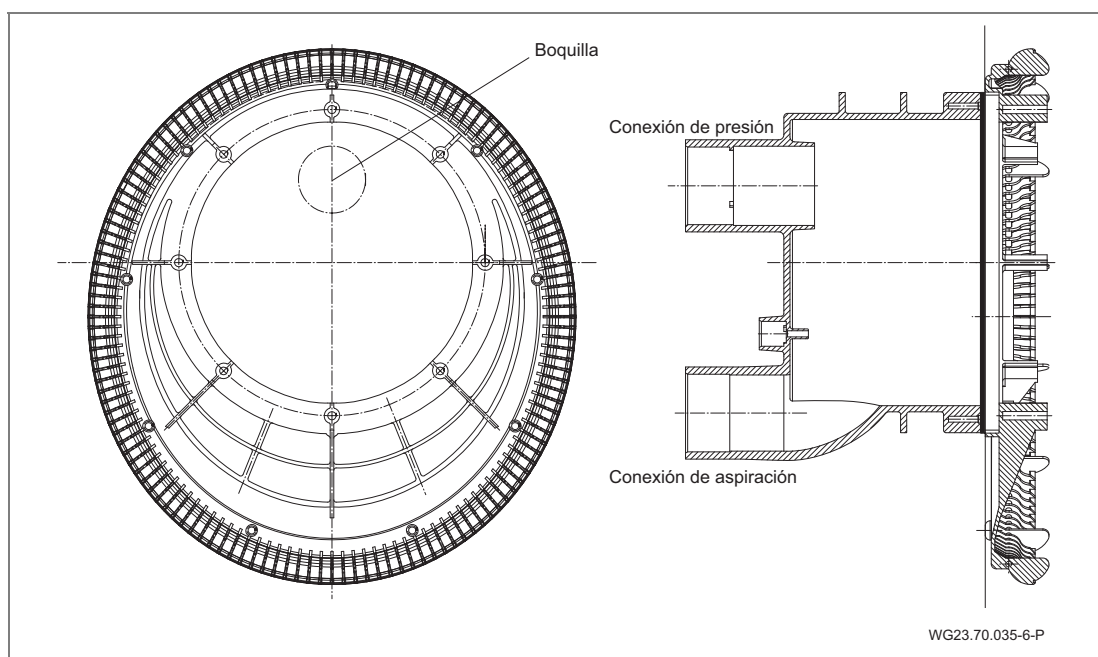
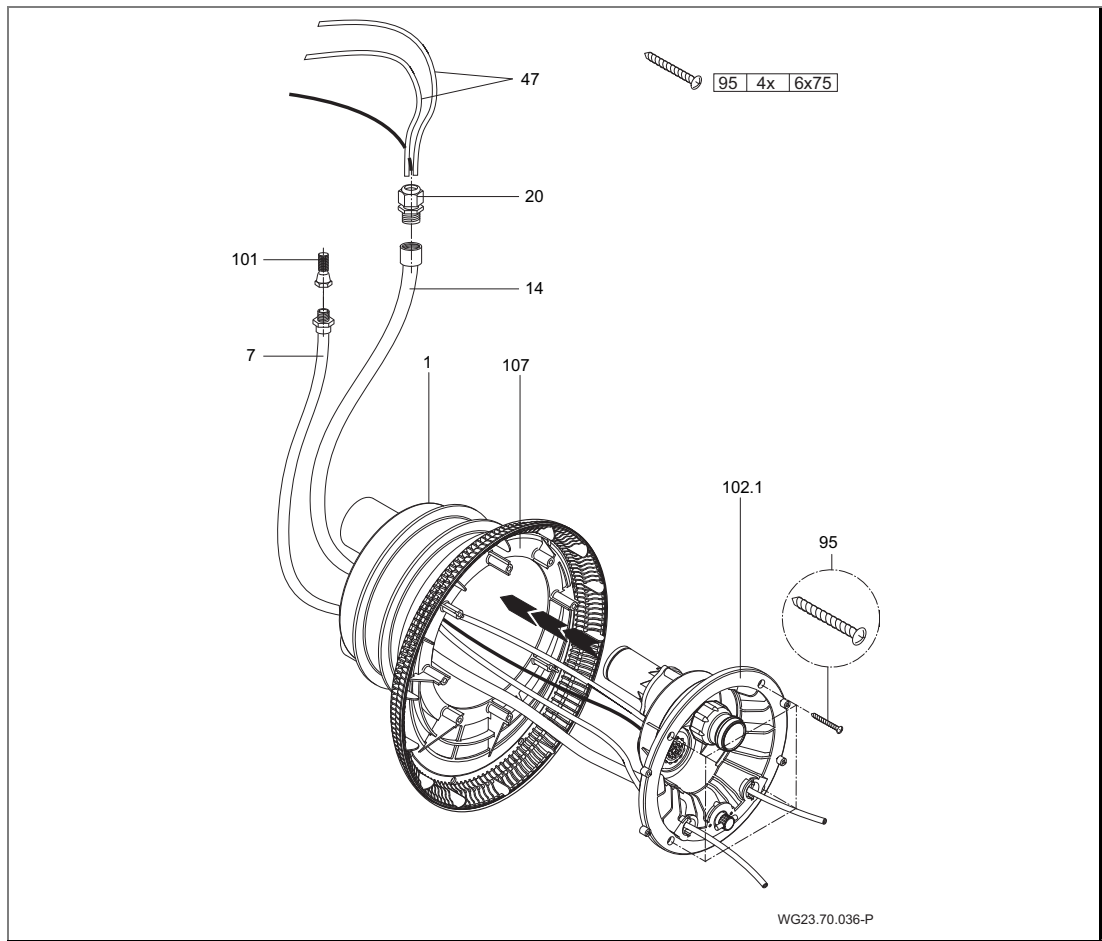

Fig. 16
Fig. 17
2. Colocar la carcasa de aspiración (107) en el anillo de apriete. Prestar atención a la posición de montaje. (Fig. 16)
3. Colocar la carcasa de las boquillas (102.1) contra la carcasa empotrada (1).
5. Montar la tubería de aire con la abrazadera (8) en el regulador de aire (21) instalado de fábrica.
6. Fijar la carcasa de las boquillas (102.1) a la carcasa empotrada (1) con cuatro tornillos de rosca (95). (Fig. 17)